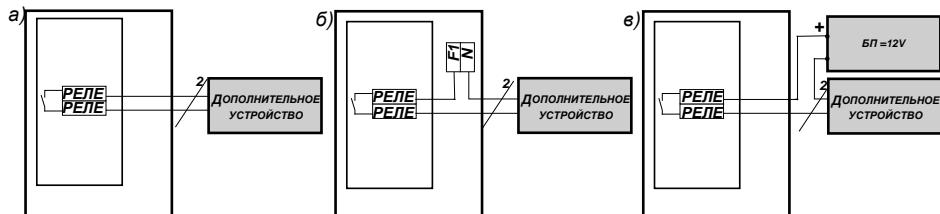

Рис. 1
Индикация состояния каждого датчика осуществляется трехцветными светодиодами № 1-8, выведенными на переднюю панель пульта (см. Приложение А Рис.1). Индикация состояний датчиков приведена в Таблице №1 РЭ.
Сброс памяти сработки происходит нажатием кнопки «СБРОС/ТЕСТ» на лицевой панели (см. Приложение А Рис. 1).
Встроенная звуковая сигнализация включена, пока есть активный сигнал датчика загазованности, или пока не будет нажата кнопка «СБРОС/ТЕСТ» на лицевой панели (см. Приложение А Рис. 1).
Электрический монтаж рекомендуется выполнять согласно Рис.1 Приложения Б в приведенной ниже последовательности.
2.2.2 Подключить дополнительное устройство, например светозвуковой оповещатель, к клеммам «РЕЛЕ» на плате «TT003», согласно одного из приведенных ниже вариантов на Рис. 1.